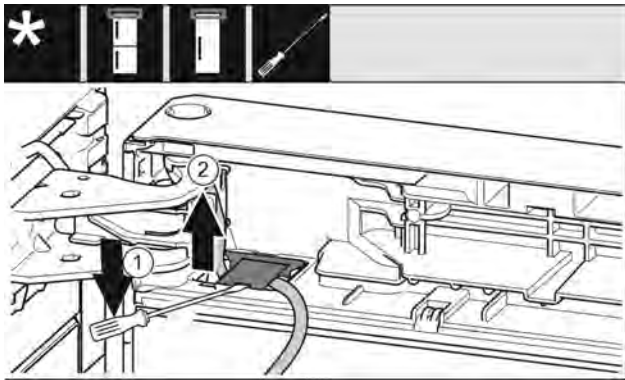

Fig. 8
- ▶ Используя шлицевую отвертку, поднимите и вытяните крышку. Fig. 8 (1)
- ▶ Извлеките кабель. Fig. 8 (2)